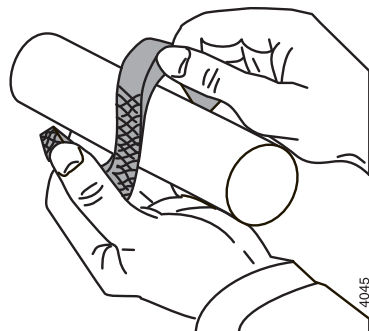

Figure 21: Courbure axiale des bagues de garniture ouvertes.
- Écartez axialement les nouvelles bagues de garniture. Voir figure 21.